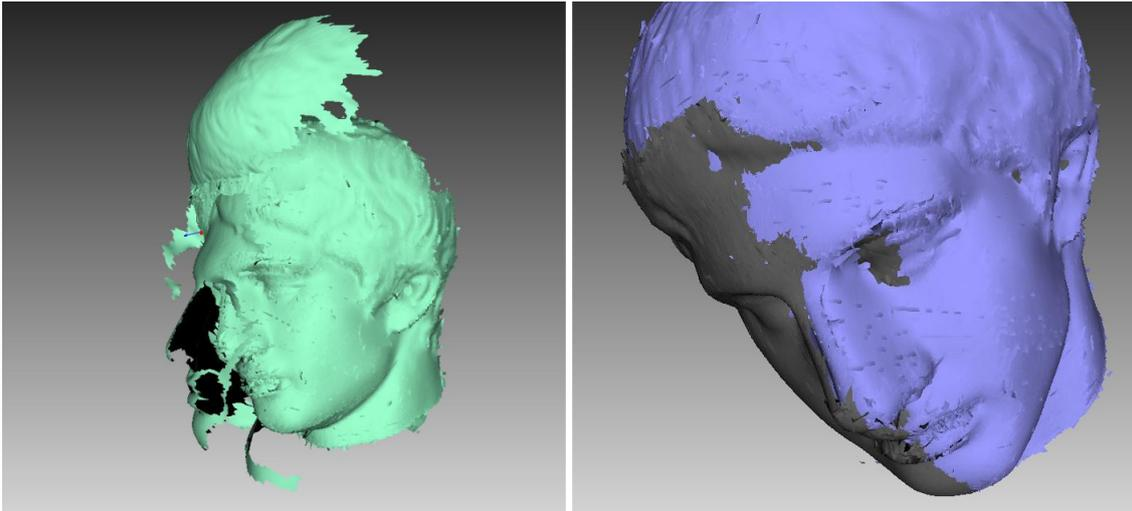

Abbildung 75: Fehler bei der globalen Registrierung: falsche Einstellungen links und Lücke zwischen Scans rechts.
- Nach Abschluss der globalen Registrierung sind die Frames ungeordnet (siehe Abb. 75, links) oder die Frame-Positionen sind unverändert. Dieser Fehler tritt auf, falls das Programm für einen anderen Scanner-Typ als den verwendeten konfiguriert wurde. Den Gerätetyp in den Programm-Einstellungen ändern (siehe Algorithmen-Einstellungen).
- Der Algorithmus wurde erfolgreich beendet, es besteht jedoch eine Lücke zwischen zwei oder mehreren Scans (siehe Abb. 75, rechts). Diese Scans im Bedienfeld *Arbeitsbereich* selektieren und den Algorithmus für die globale Registrierung durchführen. Wurden die Scans einander angenähert aber am Ende nicht ausgerichtet, die Anzahl der Iterationen erhöhen und den Algorithmus erneut durchführen. Diesen Prozess bis zur vollständigen Ausrichtung wiederholen, dann die globale Registrierung noch einmal mit allen Daten durchführen. Sollten einige problematische Scans sich nicht ausrichten lassen, versuchsweise zwei davon ausrichten, anschließend die anderen Scans nacheinander hinzunehmen, bis alle ausgerichtet sind.